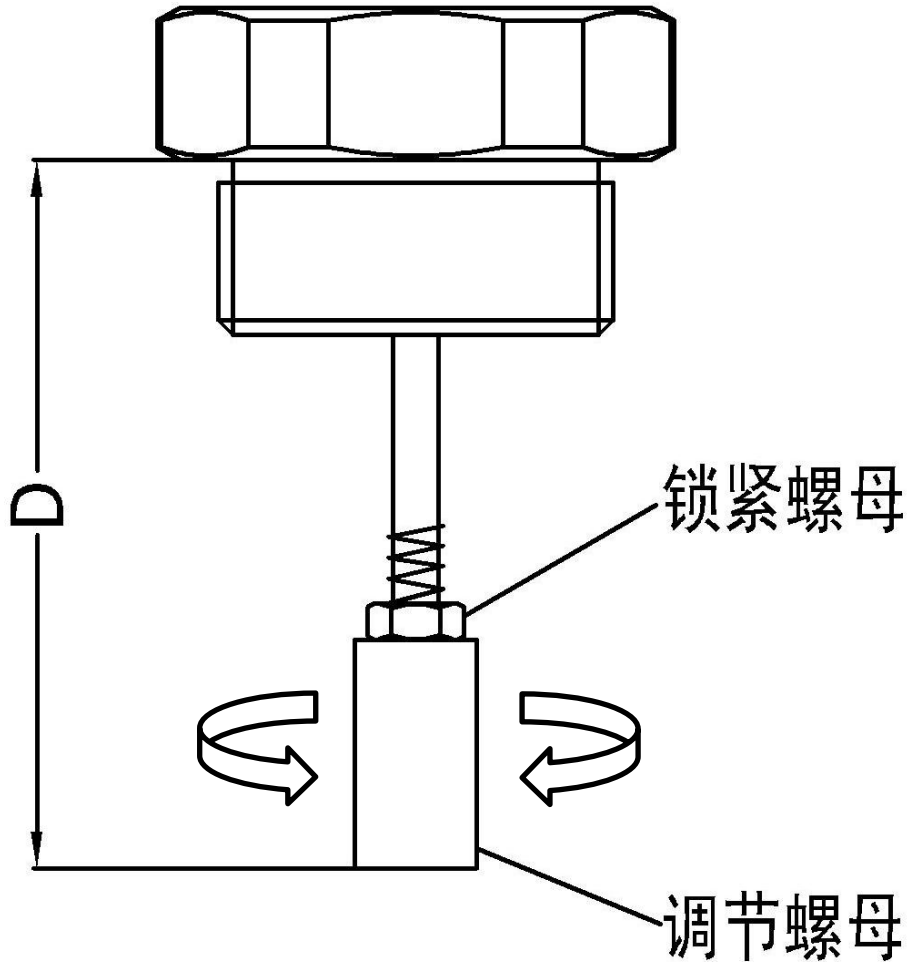

图6. 位移传感器调节和测量
3. 调节位移传感器的调节螺母,然后在位移传感器完全松开状态下用**深度尺**测量 D 值(图 6 中标注所示)。计算压缩量 $L1 = D - C1$, $L2 = D - C2$ 。建议尽可能使 L1 和 L2 的值在表 1 所示的参考范围内。如果 L1 或 L2 的值无法满足在表 1 所示的参考范围内,则可根据实际情况调节 D 值。